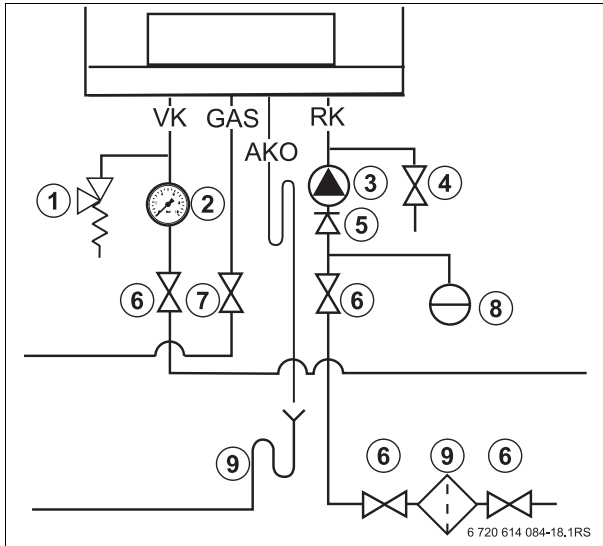

Fig. 13 Racorduri în partea de apă și partea de gaz
- ▶ Montați pompa (→ fig. 13, [3]) în retur.
- ▶ Pentru lucrările de întreținere și de reparații ale aparatului montați în retur un robinet de service (→ fig. 13, [6], pagina 22). Folosiți robinete de service cu un diametru minim de $1\frac{1}{2}$ ".
Pentru protecția întregii instalații de încălzire vă recomandăm să montați un filtru de impurități în conducta de retur (→ fig. 13, [9], pagina 22). La racordarea aparatului la o instalație de încălzire montată cu mult timp înainte este necesară
- ▶ Montarea unui robinet de service înainte și după filtrul de impurități (→ fig. 13, [6], pagina 22).